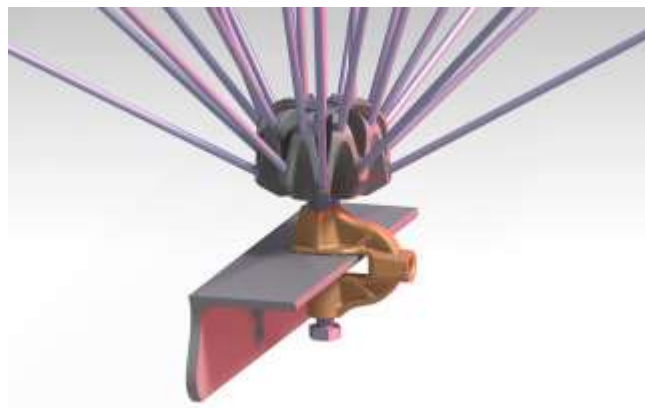

Рис. 2
3.1. Установка на вертикальную полку уголка сверху показана на рис. 2.